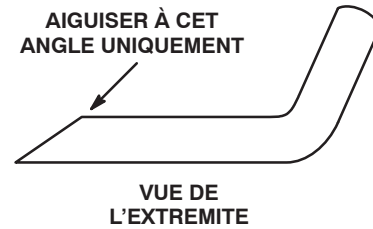

Figure 34
3. Examinez les tranchants de toutes les lames et aiguisiez-les s'ils sont émoussés ou ébréchés. N'aiguisiez que le haut du tranchant et conservez l'angle de coupe d'origine pour obtenir une coupe nette (Fig. 34). Limez la même quantité de métal sur chacun des deux tranchants pour ne pas déséquilibrer la lame.